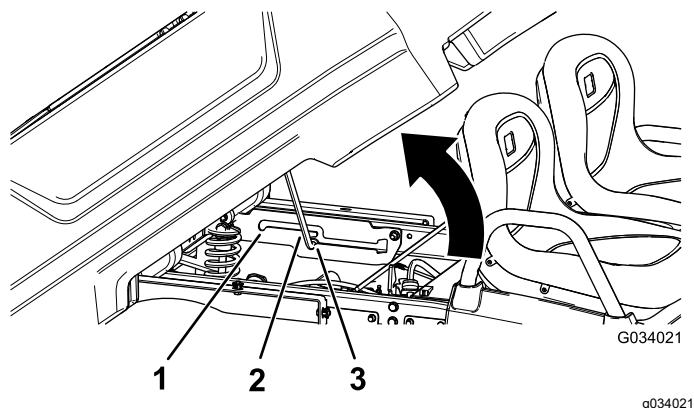

Рисунок 17
2. Введите опорную стойку в паз с фиксацией, удерживающий кузов в положении разгрузки (Рисунок 17).
2. Введите опорную стойку в паз с фиксацией, удерживающий кузов в положении техобслуживания (Рисунок 17).
2. Вытяните опорную стойку из паза с фиксацией (Рисунок 17).